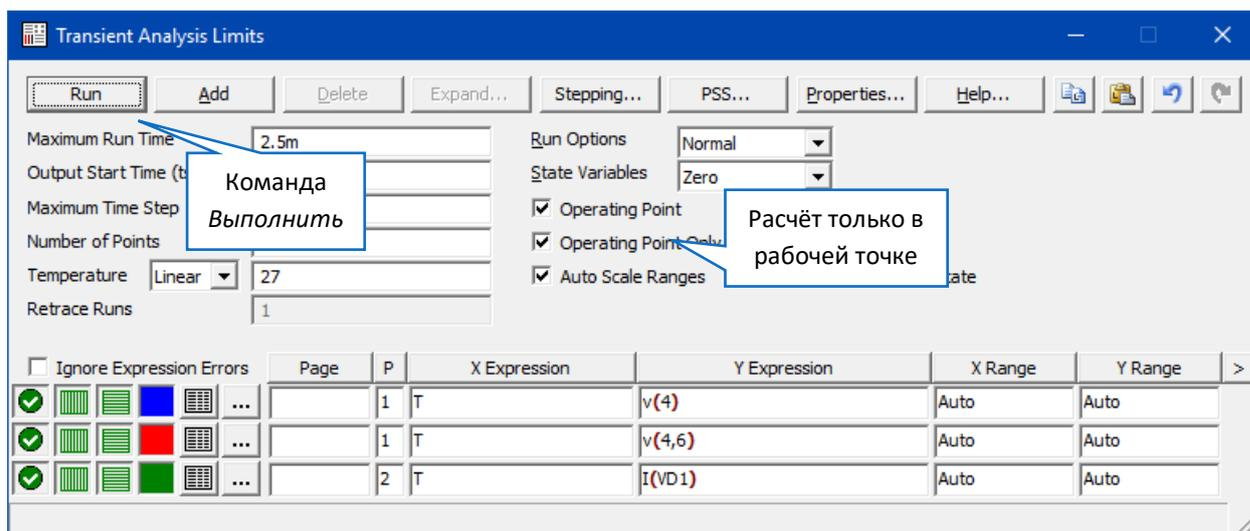

Рис. 3.1 - Диалоговое окно задания параметров анализа переходного процесса (расчёт статического режима)
3) выполнить моделирование в режиме *анализа переходных процессов* *Analysis* \Rightarrow *Transient* \Rightarrow *Limits*, выбрав в окне задания параметров (Рис. 3.1) (*Transient Analysis Limits*) режим моделирования *Operating Point Only* (Расчёт только в рабочей точке);